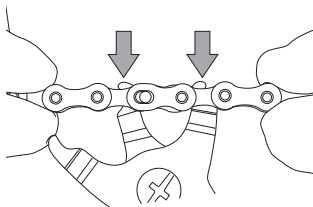

Abb.10
- Setzen Sie eine Zange zum Schließen des Steckglieds in die Innenglieder neben dem C-Link™ ein, deren Zähne eine Stärke von weniger als 1,8 mm aufweisen (**Abb. 10**).